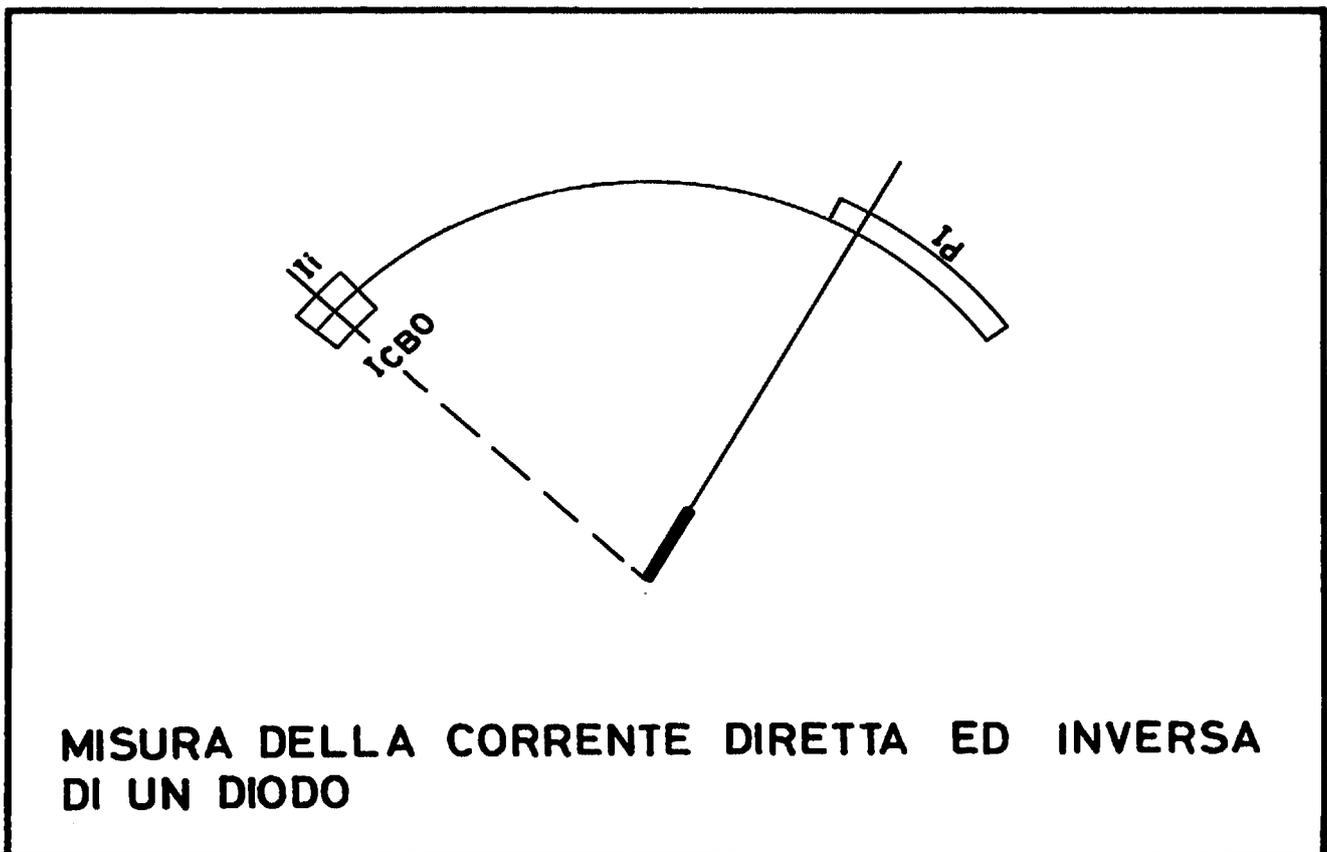

Fig. 2
2)- Si accerti che i due coccodrilli non siano a contatto fra loro e poi abbassi a fondo il tasto I_d del commutatore: noterà che l'indice dello strumento si sposta verso il fondo scala ed esattamente nel settore che sulla prima scala dal basso del milliamperometro è contrassegnato dalla scritta I_d, come indicato nella *fig. 2*.
3)- Senza toccare i collegamenti ai terminali del diodo, prema a fondo il tasto I_i del commutatore: ora noterà che l'indice dello strumento ritorna verso l'inizio scala e si ferma nel settore contrassegnato dalla scritta I_i, come si vede nel particolare disegnato a tratteggio nella *fig. 2*; tale settore è sempre riportato sulla prima scala dal basso del milliamperometro.